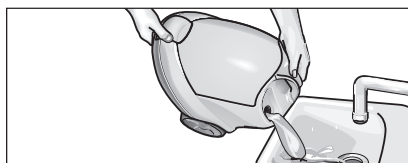

Fig. 13: Clătirea încălzitorului
- Umpleți încălzitorul cu apă și agitați-l puternic (prin această se desprind depunerile de calcar, care s-au depus pe fundul încălzitorului). Vărsați apoi apa, prin înclinarea aparatului spre colțul prevăzut cu o pâlnie de umplere (vezi fig. 13).
- Vărsați din încălzitor întreaga cantitate de apă remanentă (vezi fig. 13).